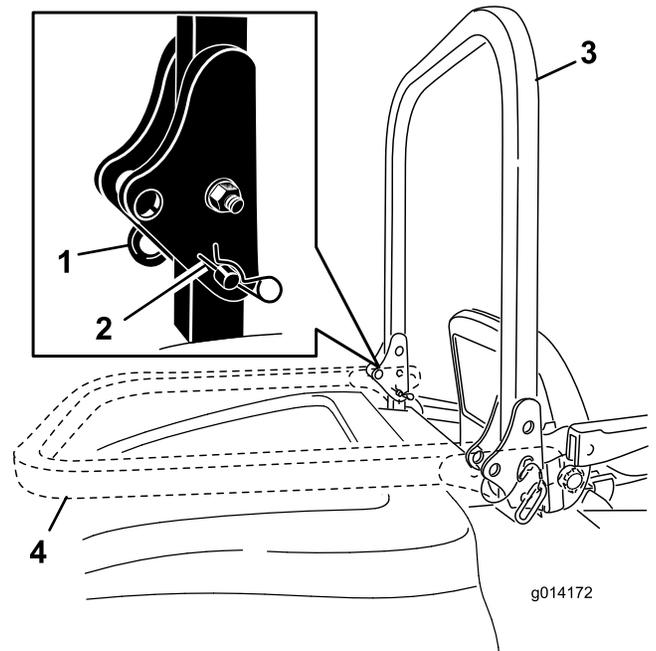

Figure 10
- Pour abaisser l'arceau de sécurité, retirez les goupilles fendues, poussez l'arceau de sécurité contre les ressorts et retirez les deux goupilles (Figure 10).
- Faites pivoter l'arceau de sécurité à la position abaissée (Figure 10).
- Posez les deux axes et fixez-les avec les goupilles fendues (Figure 10).
- Pour relever l'arceau de sécurité, retirez les goupilles fendues puis les deux axes (Figure 10).
5. Relevez complètement l'arceau de sécurité puis insérez les deux axes et fixez ces derniers avec les goupilles fendues (Figure 10).